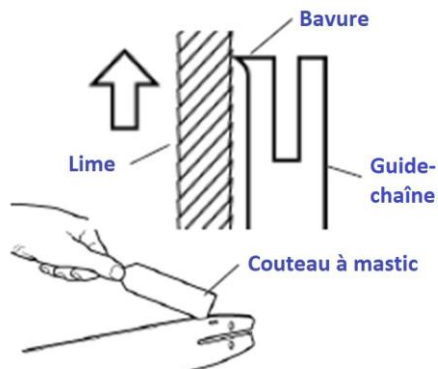

Fig. 4a
- Utilisez une lime plate pour éliminer les bavures des côtés du guide-chaîne et nettoyez la rainure avec un couteau à mastic (voir Fig. 4a).